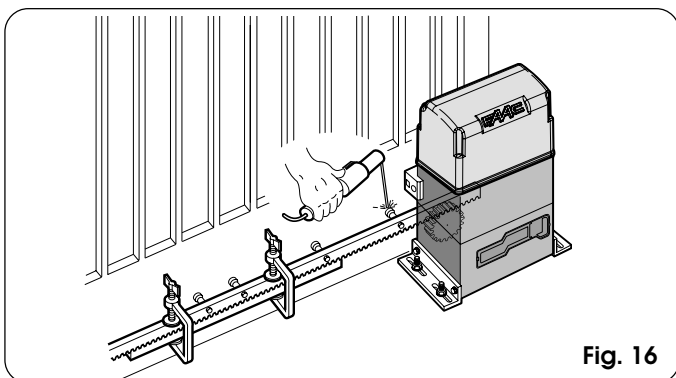

Fig. 16
- 5) Approcher un autre élément de la crémaillère de l'élément précédent en utilisant, pour mettre en phase la denture des deux éléments, un élément de la crémaillère d'après la Fig. 16.